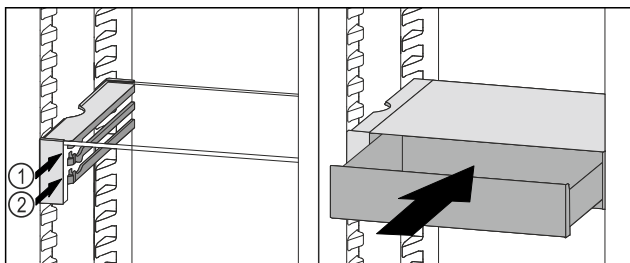

Fig. 109
- ▶ A VarioSafe-fiókot az ütközők mögött helyezze a kívánt bordára a Fig. 109 (1) vagy Fig. 109 (2) szerint.